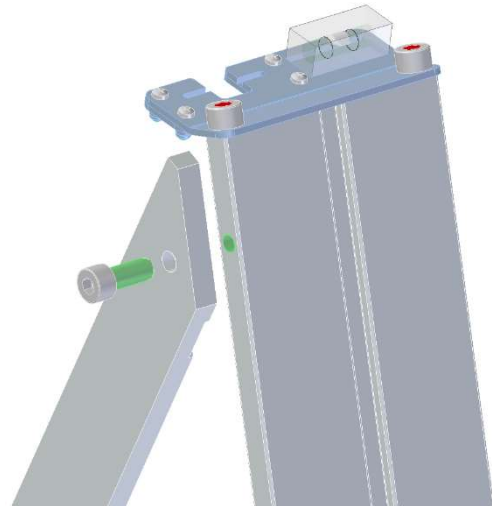

Fig. 1 : Montage du support sur le contre-support
- Desserrez la vis (fig. 1), dépliez le support.